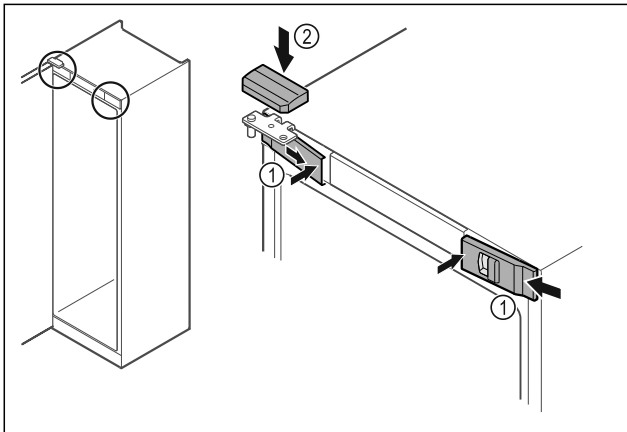

Fig. 49
- Vordere Abdeckungen Fig. 49 (1) seitlich einhaken und innen aufrasten.
- Obere Abdeckung Fig. 49 (2) von oben aufrasten.